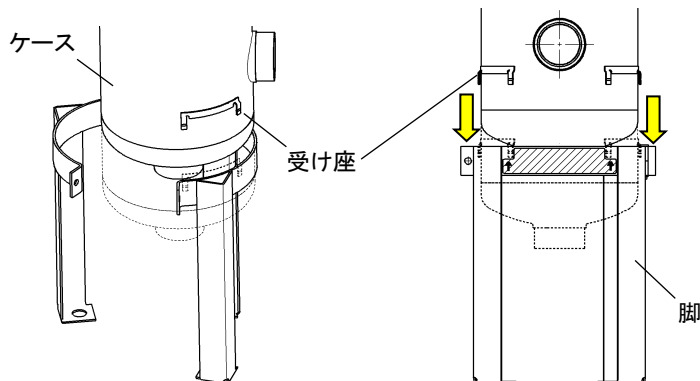

図 5-1.
①脚を容器（ケース）に取付けます。[図 5-1、5-2 参照]